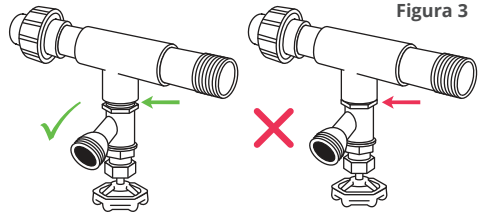

Figura 3
3. Apriete la válvula de drenaje con la mano en la T con rosca hembra de 1.3 cm (1/2"). Luego, apriete 1 a 2 vueltas más con una llave (Figura 3).